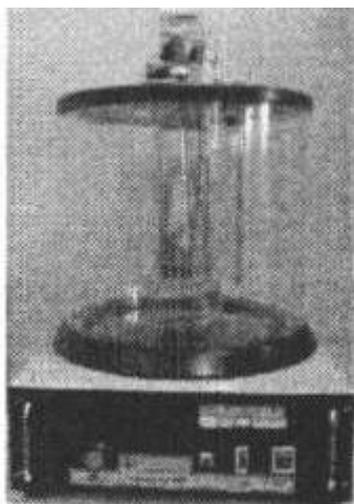

Рисунок 8 – Аппарат ВУ – М – ПХП
**8. Высокоточный термостат** для термостатирования стеклянных вискозиметров типа ВПЖ или Убеллоде в диапазоне при определении кинематической вязкости по ГОСТ 33 – 2000, ASTM D 445 (рис. 8).